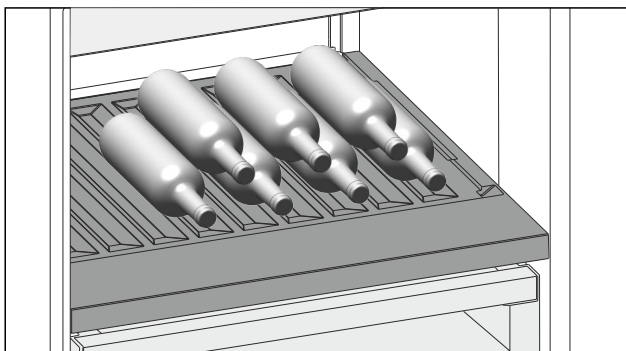

Fig. 172 Voorbeeldweergave
- ▶ Flessen met de bodem naar achteren tegen de achterwand plaatsen. (zie Fig. 172)